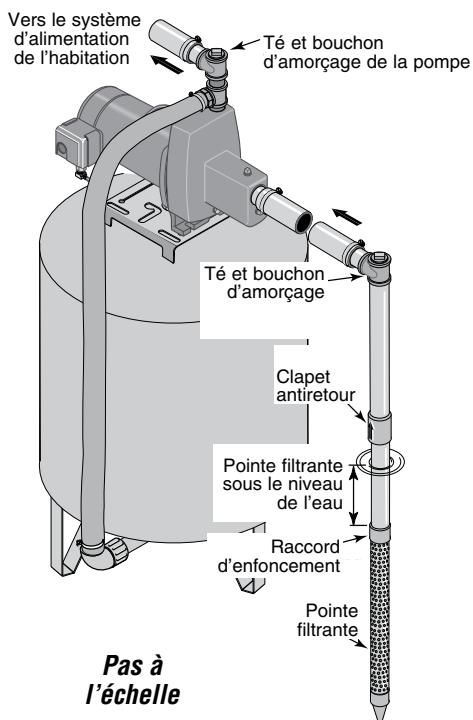

Figure 1 : Branchement sur une pointe filtrante
BRANCHEMENT SUR UNE POINTE FILTRANTE (FIGURE 1)
3. Utiliser le moins possible de raccords (en particulier de coudes) pour brancher le tuyau de la pointe filtrante sur l'orifice d'aspiration de la pompe. Le diamètre du tuyau d'aspiration doit être au moins aussi grand que celui de l'orifice d'aspiration de la pompe (ajouter un clapet antiretour si la pompe n'en comporte pas. (Se reporter à la Figure 1). Supporter le tuyau de façon qu'il ne fléchisse pas et qu'il n'exerce pas de contrainte sur le corps de la pompe. L'incliner aussi légèrement en montant vers la pompe (les points hauts risquent de causer des poches d'air, lesquelles peuvent causer des bouchons d'air dans la pompe). Rendre étanches les joints du tuyau d'aspiration avec du ruban d'étanchéité en PTFE pour filetage. Ils doivent être étanches à l'air et à l'eau. Si le tuyau d'aspiration aspire de l'air, la pompe ne pompera pas l'eau du puits. Si une pointe filtrante ne fournit pas suffisamment d'eau, considérer en brancher deux ou trois sur un même tuyau d'aspiration.